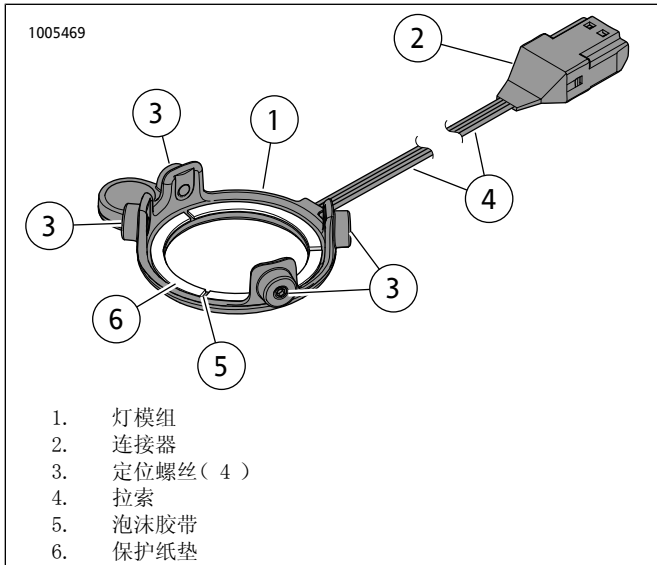

图20。Stage I边箱扬声器LED灯
11. 参见图 20。从灯模组(1)背面的泡沫胶带(5)去掉保护纸垫(6)。